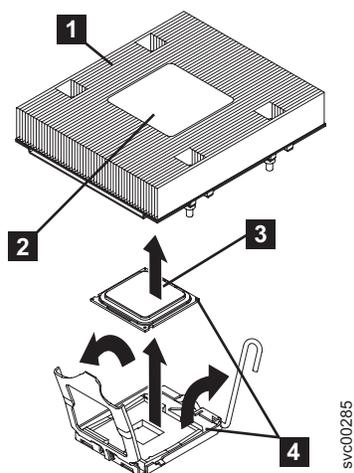

図 248. マイクロプロセッサからヒートシンクを取り外す
3. ヒートシンク (図 248 の **1**) を取り外します。ヒートシンクの片側にある 2 つの拘束ねじを十分緩めてから、他方の 2 つの拘束ねじを緩めます。(これは、ヒートシンクとマイクロプロセッサの接着を切り離すのに役立ちます。) 拘束ねじを緩めた後でヒートシンクを取り外します。